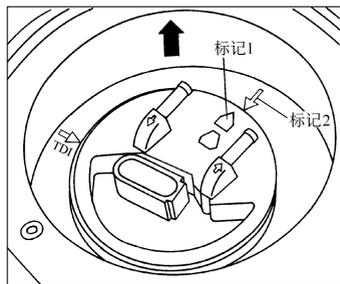

图 1-20 装配燃油供油单元
1) 将燃油供油单元装入油箱,注意安装装置:如图 1-20 所示,连接法兰上标记 1 必须与油箱上标记 2 对齐。